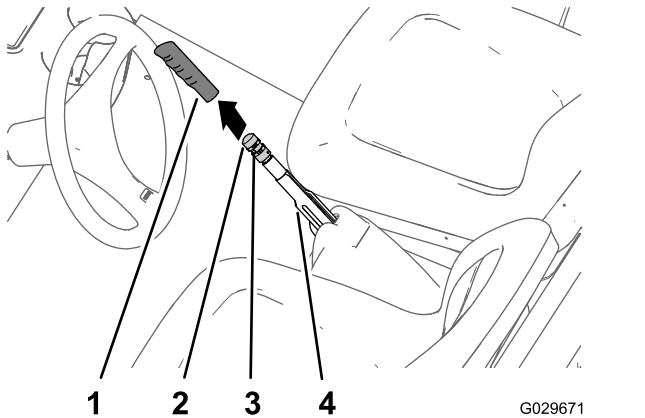

Рисунок 65
1. Снимите рукоятку с рычага стояночного тормоза (Рисунок 65).
2. Ослабьте установочный винт, который крепит ручку регулировки тормоза к рычагу стояночного тормоза (Рисунок 65).
3. Поворачивайте ручку регулировки тормоза до тех пор, пока усилие, требуемое для приведения в действие рычага стояночного тормоза, не достигнет 133–156 Н (Рисунок 65).
4. Затяните установочный винт и установите рукоятку на рычаг (Рисунок 65).
2. Ослабьте установочный винт (Рисунок 65), который крепит ручку регулировки тормоза к рычагу стояночного тормоза, выключите стояночный тормоз и ослабьте ручку регулировки тормоза.
5. Поворачивайте ручку регулировки тормоза (Рисунок 65) до тех пор, пока усилие,
- C. Поворачивайте ручку регулировки тормоза (Рисунок 65) до тех пор, пока усилие, требуемое для приведения в действие рычага стояночного тормоза, не достигнет 133–156 Н.
- Затяните установочный винт и установите рукоятку (Рисунок 65).